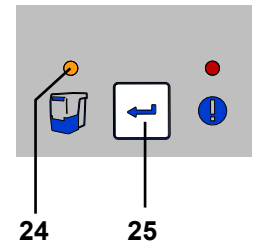

Fig. 11
- ⇒ Premere il tasto Enter (25) (il contatore che rileva i tempi dell'intervallo di svuotamento viene riassetato).
- ◆ La spia di modo operativo Automatico (24) si spegne.
**Se il cassetto raccogli-polvere non viene svuotato, la spia di svuotamento cassetto (24, Fig. 11) continua a lampeggiare. Dopo lo spegnimento / accensione dell'apparecchio, un triplo segnale acustico avvisa nuovamente di svuotare il cassetto raccogli-polvere.**